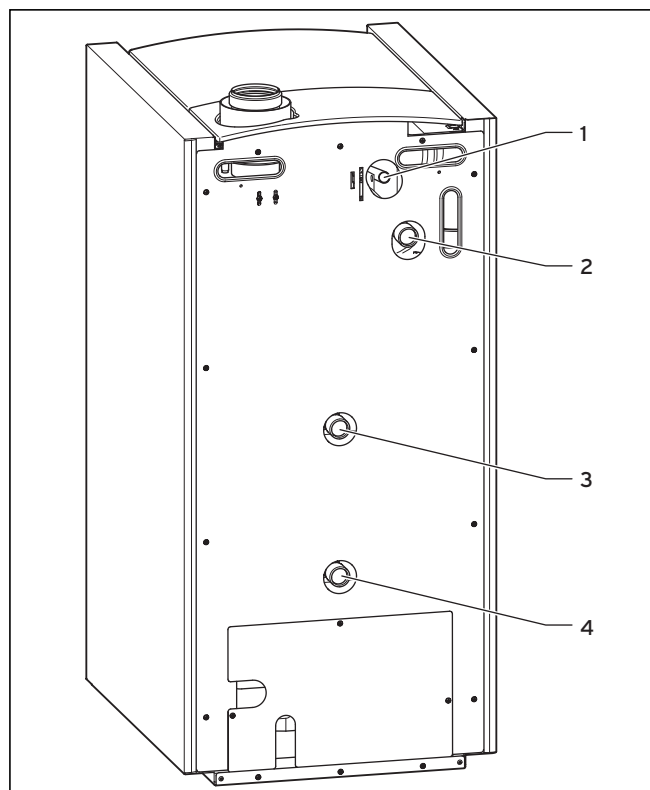

Рис. 5.4 Подключение со стороны отопления
- Подключите обратную линию водонагревателя к штуцеру обратной высокотемпературной линии котла (3 на рис. 5.4).